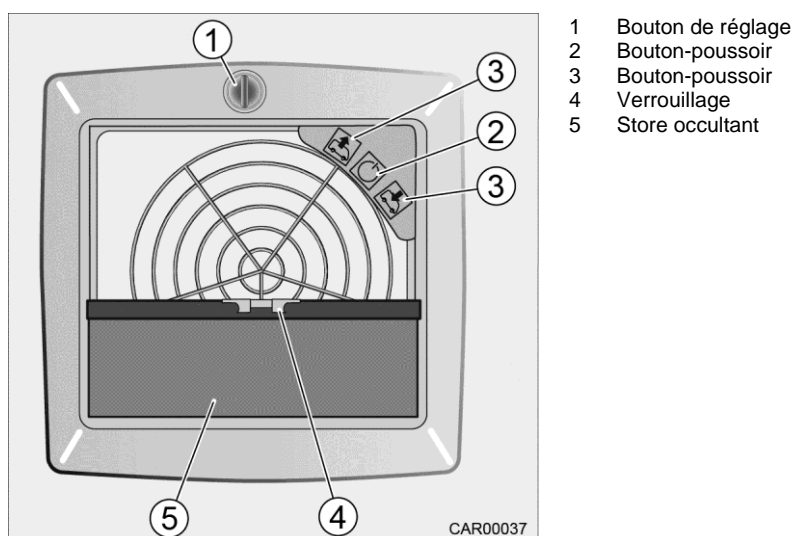

Fig. 58 Ventilateur de lanterneau électrique
1. Tourner le bouton (Fig. 58/1) dans le sens anti-horaire ou dans le sens horaire pour ouvrir ou fermer le lanterneau.
2. Activer/désactiver le ventilateur du lanterneau (Fig. 58/2) avec le bouton-poussoir.
3. À l'aide des boutons-poussoirs (Fig. 58/3) sélectionner entre Expulsion et Aspiration d'air, ainsi qu'entre plusieurs vitesses.
1. Comprimer le dispositif de verrouillage (Fig. 58/4).
2. Tire le store occultant (Fig. 58/5) en dehors et le faire encliqueter dans la position définie au préalable.
2. Glisser le store occultant (Fig. 58/5) complètement dans le cadre.